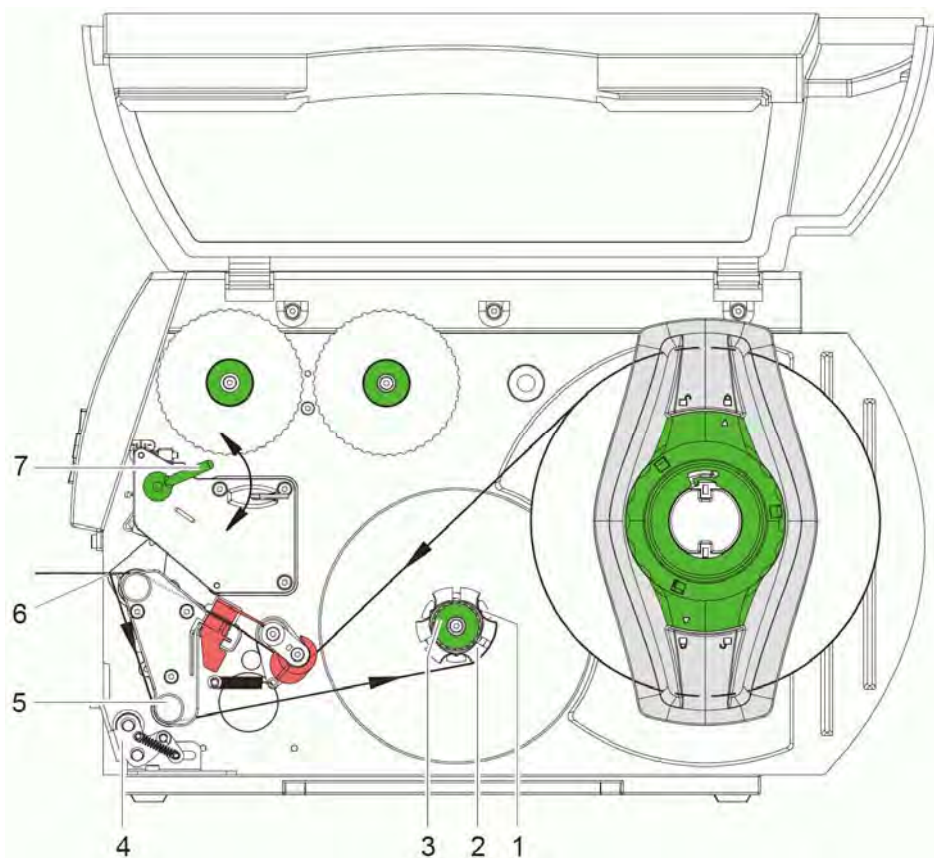

图 10 标签剥离模式安装路径
3. 依图10的路径正确安装标签纸，并确认标签纸是在内接式回卷器(5)上